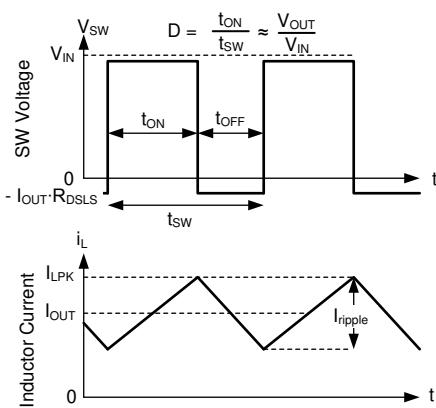

图 7-20. 连续导通模式 (CCM) 下的 SW 电压和电感器电流波形
有关 LM614xxT-Q1 的以下运行说明，请参阅 功能方框图 和 图 7-20 中的波形。两者都以变化的占空比 (D) 打开内部高侧 (HS) 和低侧 (LS) NMOS 开关，从而提供稳定的输出电压。在 HS 开关导通期间，SW 端子电压 V_{SW} 摆动至大约 V_{IN} ，电感器电流 i_L 以线性斜率增加。HS 开关由控制逻辑关闭。在 HS 开关关闭时间 t_{OFF} ，LS 开关打开。电感器电流通过 LS 开关放电，这会强制 V_{SW} 通过 LS 开关两端的压降摆动到地电位以下。稳压器环路调节占空比以保持恒定的输出电压。D 由 HS 开关在开关周期内的导通时间定义： $D = T_{ON}/(T_{ON} + T_{OFF})$ 。